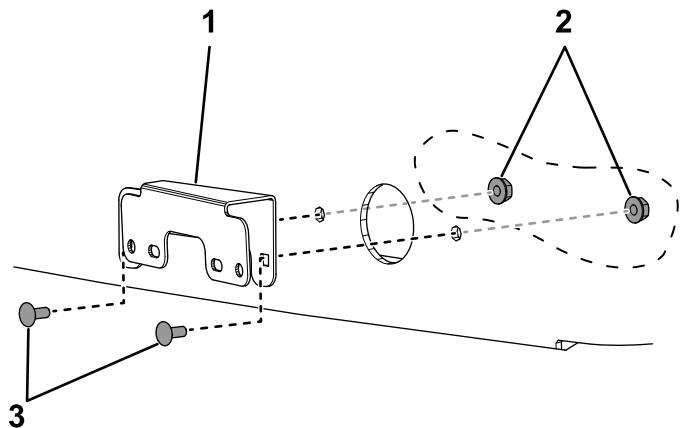

Bild 23
3. Installieren Sie die zwei Blinkerhalterungen an der Motorhaube mit 4 Schlossschrauben (#10 x $\frac{1}{2}$ ") und 4 Sicherungsmuttern (#10) (Bild 23).